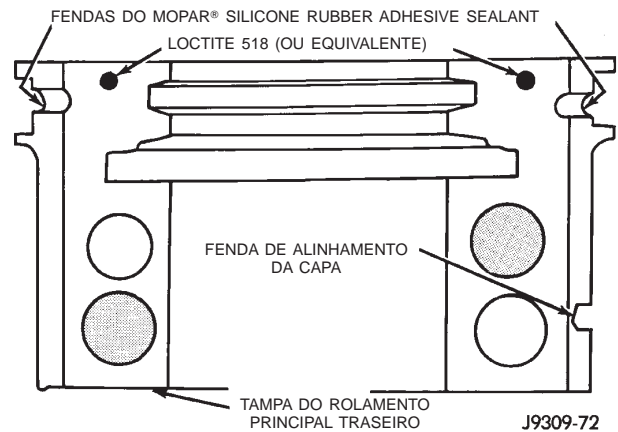

Fig. 53 Aplicação de Selante na Tampa de Rolamento
(1) Lubrifique levemente as novas bordas de vedação superior com óleo do motor.
(2) Instale a nova vedação de óleo do rolamento traseiro superior com a pintura branca virada em direção à traseira do motor.
(3) Posicione o eixo de manivelas no bloco de cilindros.
(4) Lubrifique levemente as novas bordas de vedação inferior com óleo do motor.
(5) Instale a nova vedação de óleo do rolamento traseiro inferior na tampa de rolamento com a pintura branca virada em direção à traseira do motor.
(6) Aplique uma gota de 5 mm (0,20 pol.) de Loctite 518, ou equivalente, em cada lado da tampa de rolamento principal traseiro (Fig. 53). NÃO aplique demais o selante ou deixe o selante em contato com a vedação de borracha. Monte a tampa de rolamento no bloco de cilindros imediatamente após a aplicação do selante.